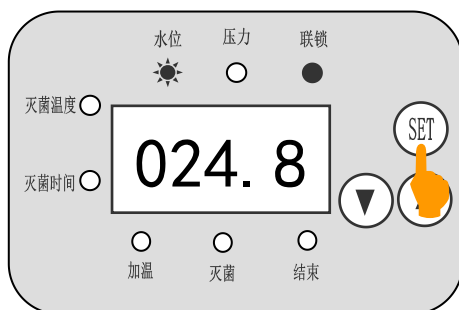
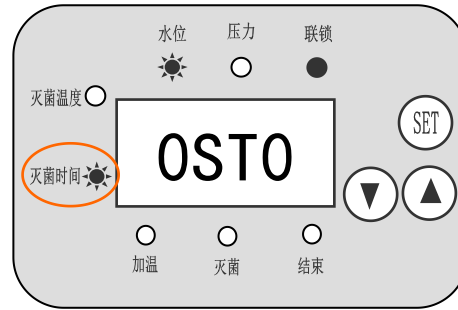
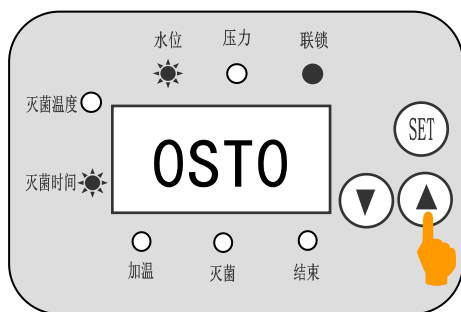
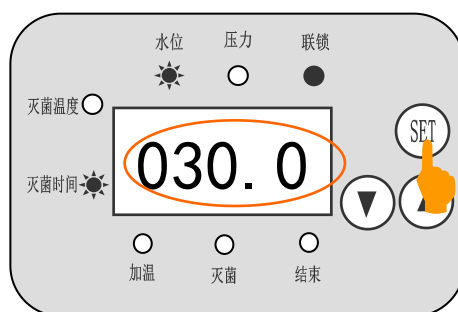

图 11
图 12
图 13
图 14
②设定灭菌时间：再按控制面板上的功能设定键 **SET** (图 11)，面板上的灭菌时间指示灯亮，显示屏出现“ST”(图 12)，按动上下移动键 **▼▲** (图 13)，调整所需的温度值，设定完成后按功能设定键确认 (图 14)。